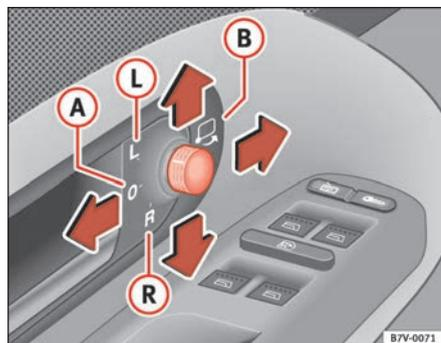

Fig. 82 Dettaglio della porta lato guida: manopola per regolare la posizione degli specchietti esterni
1. In primo luogo, ruotare la manopola ⇒ fig. 82 portandola nella posizione ① (specchietto esterno sinistro).
3. Poi girare la manopola portandola nella posizione ② (specchietto esterno destro).